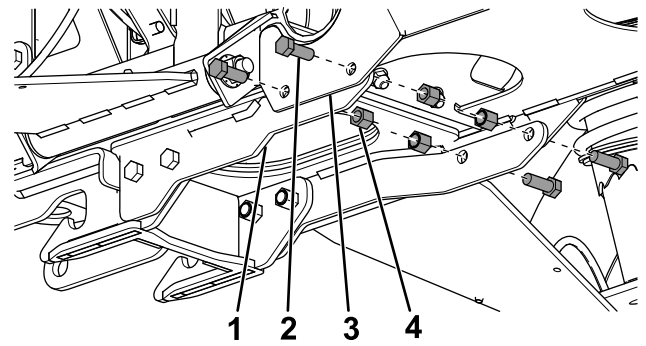

**Bild 3**
4. Befestigen Sie den Pflugunterfahrerschutz mit vier Schrauben und vier Sicherungsmuttern durch die Löcher von Schritt 2 am Fahrzeugrahmen, und lassen Sie die Befestigungen handfest angezogen (**Bild 3**).